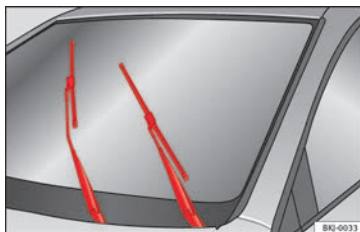

Fig. 89 Essuie-glace en position d'entretien.
- Connectez puis coupez le contact d'allumage puis (après environ 9 secondes), déplacez le levier des essuie-glaces vers le bas (balayage bref). Les balais se déplacent à la position de maintenance » » fig. 89.